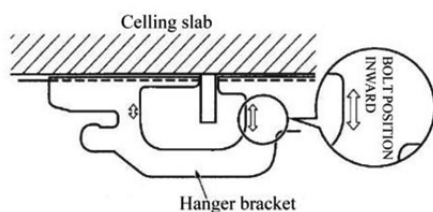

Fig. 6
* Verificare che la vite di sospensione allungata a soffitto si trovi entro la posizione indicata dalla freccia. Regolare la posizione della staffa di sospensione se al di fuori della posizione indicata dalla freccia (vedere Fig. 6).